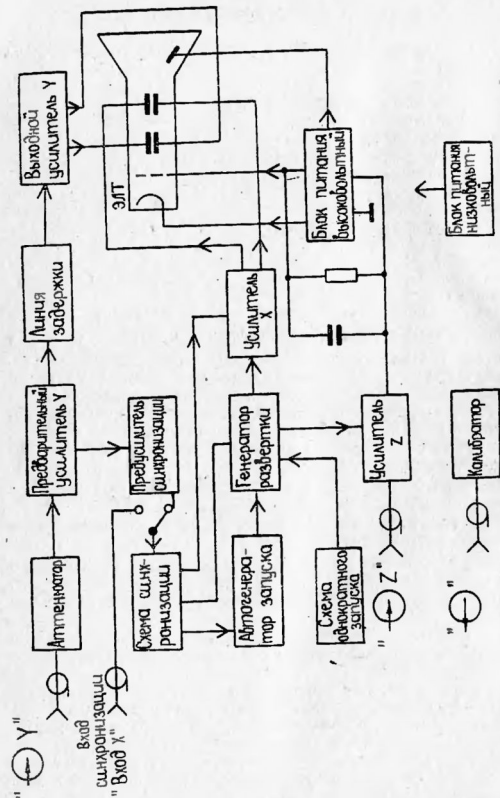

Рис. 1. Структурная схема осциллографа.
5.1. Осциллограф, структурная схема которого изображена на рис. 1, содержит: